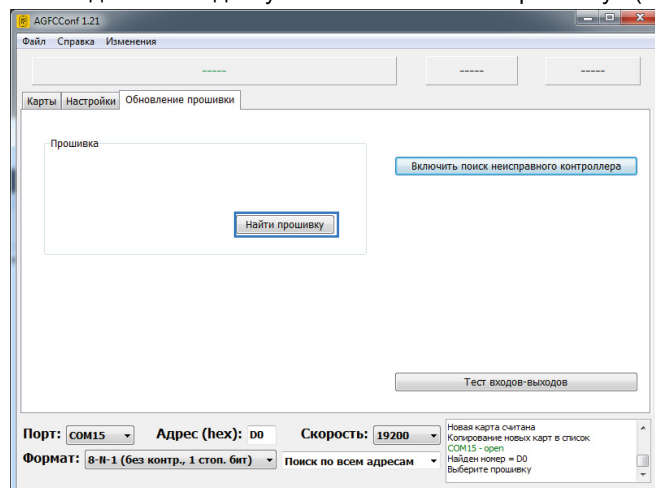

Рис.25. Выбор прошивки для загрузки в неисправный контроллер.
5. Далее выбрать файл прошивки, нажав кнопку «Найти прошивку». Файл прошивки должен иметь формат .egaw. После выбора файла на вкладке отобразится информация об этом файле: версия, дата и время создания (Рис.25).